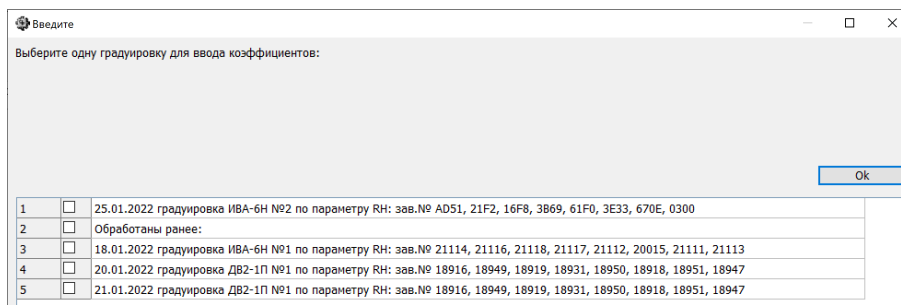

Рисунок 26 – Выбор градуировки для ввода коэффициентов.
10.2.2. Программа предложит выбрать градуировку для формирования протоколов (см. Рисунок 26). В верхней части списка (до строки «Обработаны ранее:») будут отображаться необработанные градуировки.